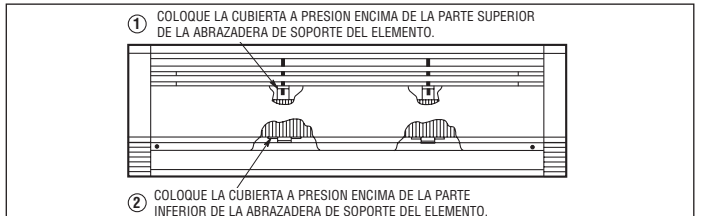

Figura 7. Forma de Asegurar la Cubierta
12. Coloque la cubierta frontal nuevamente, ajustando el labio superior de ella encima de las aletas que están en cada caja de empalme y en el borde superior de la abrazadera(s) de soporte del elemento. Haga girar la cubierta hacia abajo, empujando las esquinas inferiores hacia adentro. Instale los dos tornillos (que sacó en el Paso 4) a través de la cubierta, hasta que queden metidos dentro de las cajas de empalme. Verifique que la parte inferior de la cubierta esté trabada encima de la base de cada abrazadera de soporte del elemento. Estudie la Figura 7.